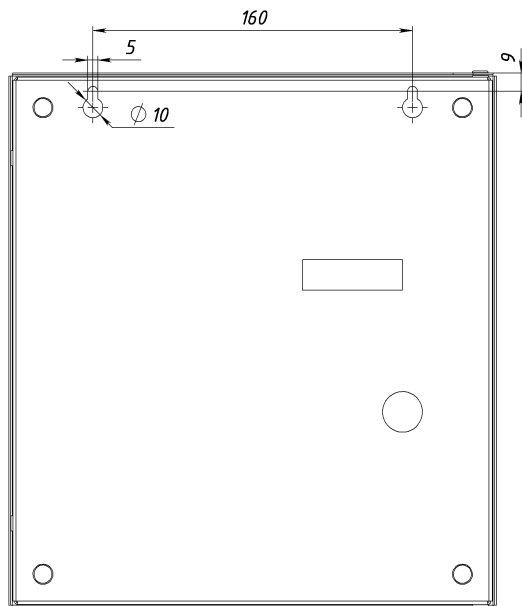

Рисунок 3 - Установочный чертёж блока
- Просверлить в стене два отверстия. В отверстия вкрутить шурупы и подвесить на них блок. Установку блока на стену производить, ориентируясь по чертежу корпуса блока - Рисунок 3.